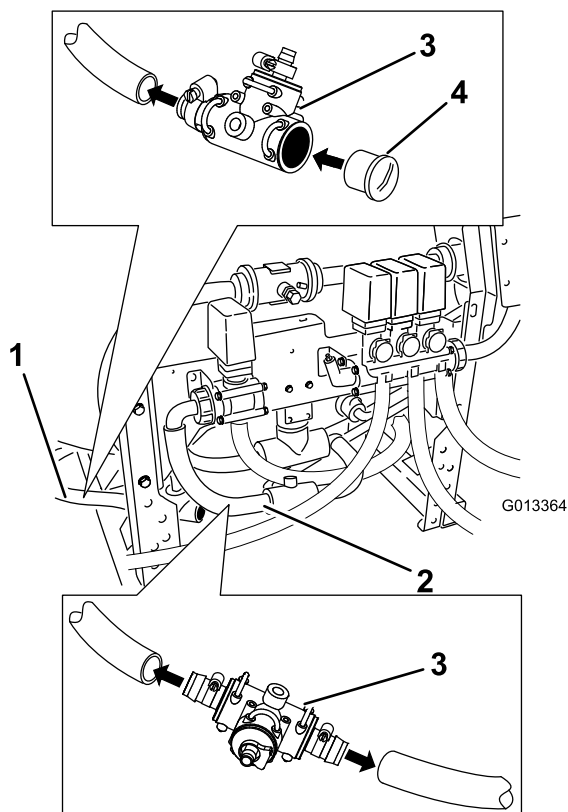

Figure 24
13. À l'aide d'un raccord en T S53, insérez le raccord cannelé droit S53 à un bout et un obturateur S53 à l'autre bout. Montez un petit raccord cannelé en haut (Figure 24). Fixez avec les fixations.
14. Glissez le collier sur l'extrémité libre du flexible de dérivation. Appliquez du savon liquide sur le raccord cannelé et insérez un raccord en T S53 dans l'extrémité libre du flexible de dérivation (Figure 24). Fixez le flexible avec le collier.